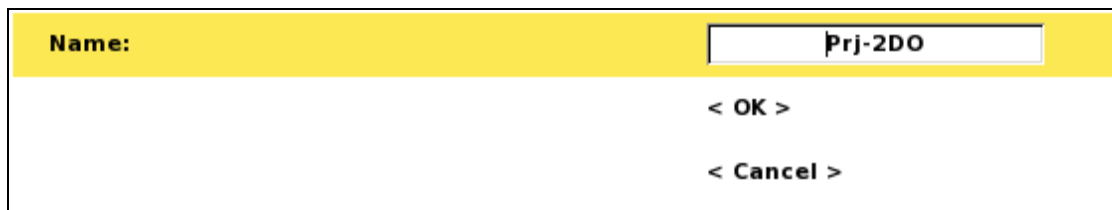

Figura 17. Dialogo de Renombrar (Rename)
- Presione <Ok> y luego el dialogo de renombrar se mostrara (Figura 17)
- Presione <Ok> y luego el dialogo de renombrar se mostrara Esto es similar al proceso de renombrar para proyectos (Figura 17)
- Esto es similar al proceso de renombrar para proyectos (Figura 17)